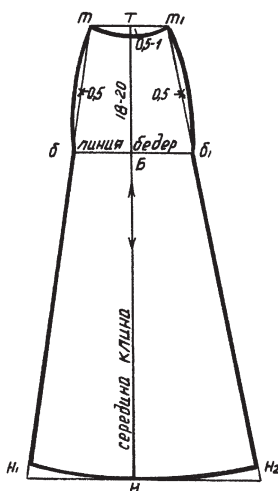

Рис. 100. Построение чертежа клина
*Линия середины.* Посередине листа бумаги у верхнего края поставьте точку Т. Проведите из этой точки вертикальную линию вниз (рис. 100).